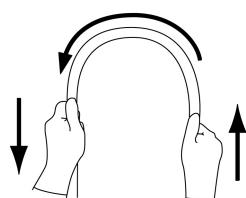

図1
4. 挿入部を両手で持ち、全長にわたって図1に示すように順次半円の頂点をすらすように曲げたときに、適切な軟らかさを有しており、軟らかさが不連続になっているなどの異常がないこと。